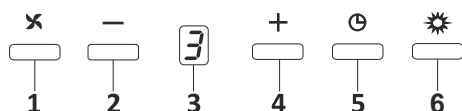

Fig. 16: Pulsante 3 Spd Dig
1. ➤ Premere questo tasto per accendere il prodotto. Fig. 16
2. ➤ Premere questo pulsante per ridurre la velocità del motore. Fig. 16
3. ➤ Dig display (display digitale) È possibile seguire la velocità in cui il prodotto è attualmente in funzione su questo display. Fig. 16
4. ➤ Premere questo pulsante per aumentare la velocità del motore. Fig. 16
5. ➤ Quando il tasto timer viene premuto, viene attivata una funzione timer di 15-minuti; il display emette un segnale quando parte il timer e il motore si arresta automaticamente dopo 15 minuti. Fig. 16
6. ➤ Premere il pulsante per accendere e spegnere la lampada. Fig. 16